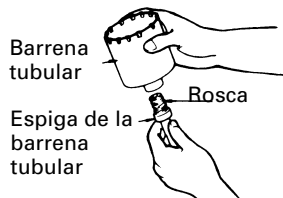

Fig. 19
- (1) Montar la barrena tubular en su espiga. (Fig. 19)